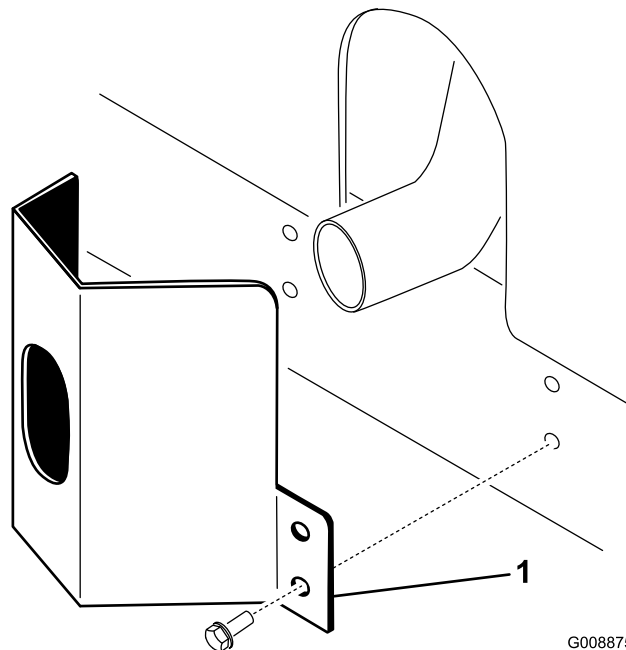

图 10
- 将排气护罩放到消声器旁边同时将安装孔与机架中的孔对齐 **图 10**。
2. 用 4 个自攻螺丝将排气护罩固定到机架上图 10。